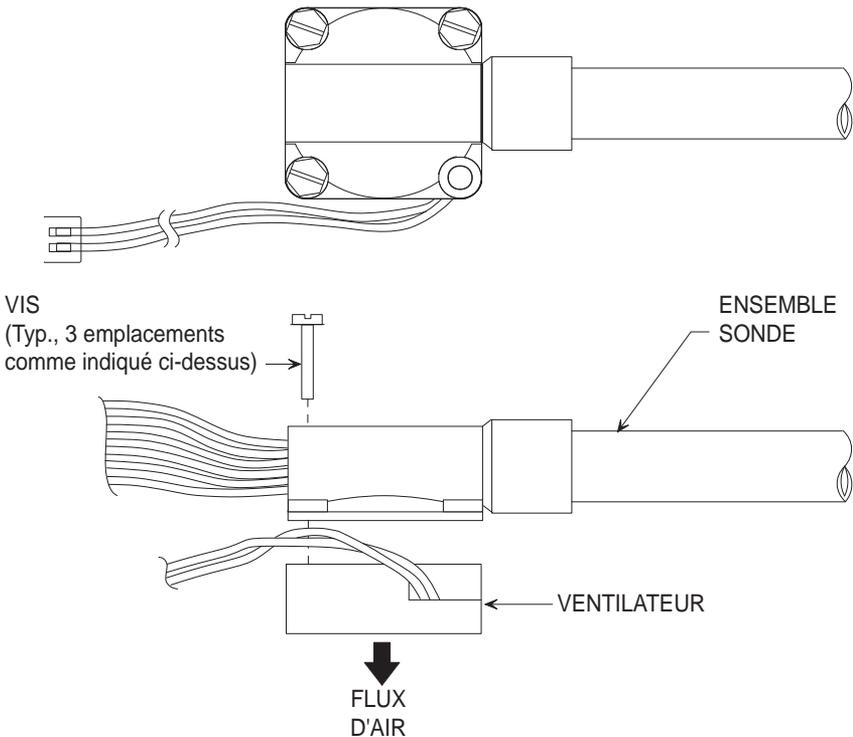

Figure 7. Installation du ventilateur
5. Retirez le ventilateur de l'assemblage de la sonde après avoir enlevé ses trois vis comme décrit à la figure 7.